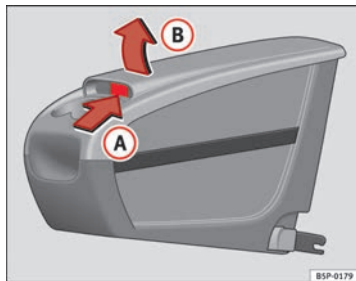

Fig. 115 Portaobjetos móvil. Apertura
- Levante la tapa **(B)**, por la zona **(A)** ⇒ fig. 115.